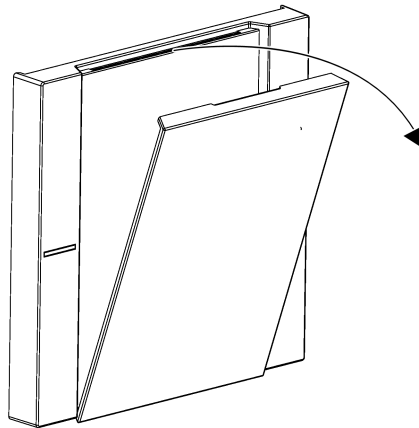

Figure 10: Retirer le cache du porte-étiquette
- Retirer le cache du porte-étiquette de l'interrupteur de commande à bascule en tirant d'un côté sur l'encoche (voir figure 10).